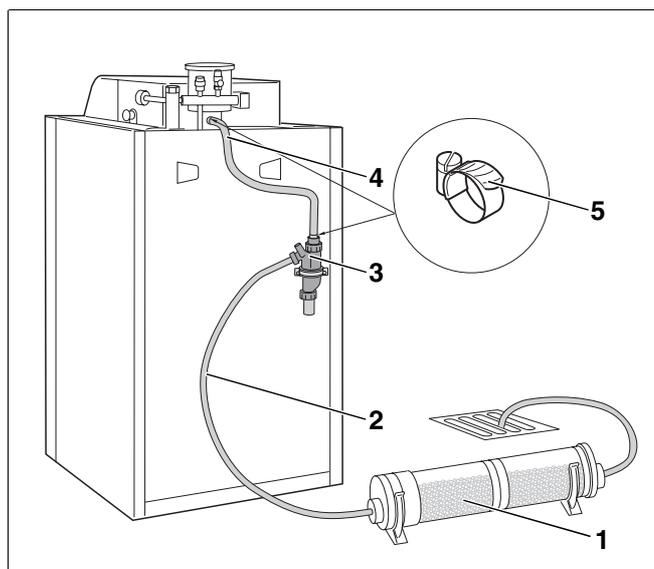

Fig. 22 Tubazione di scarico della condensa; set di scarico della condensa con unità di neutralizzazione (sifone sul pannello posteriore della caldaia).
- Assicurarsi che il sifone (fig. 22, **pos. 3**) sia sempre pieno d'acqua e non secchi. In questo modo eviterete la formazione di cattivi odori.
- Montare il sifone (fig. 22, **pos. 3**) sotto il contenitore della condensa del tronchetto fumi, ad esempio sul pannello posteriore della caldaia oppure in un qualsiasi punto del muro.
- Predisporre il tubo flessibile (fig. 22, **pos. 4**) tra il tronchetto di scarico della condensa e il sifone (fig. 22, **pos. 3**) con una corretta pendenza, in modo da evitare eventuali ritorni d'acqua nella caldaia.
- Ridurre il tubo flessibile (fig. 22, **pos. 4**) della lunghezza necessaria e bloccarlo per mezzo della fascetta stringitubo (fig. 22, **pos. 5**).
- Collegare l'uscita del sifone mediante una fascetta stringitubo (fig. 22, **pos. 2**) allo scarico o all'unità di neutralizzazione.